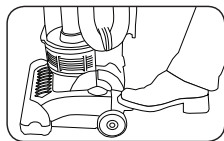

Fig. 1
1. Pour débloquer la poignée, appuyez sur la pédale de libération de la poignée sur le côté gauche du suceur de l'aspirateur et tirez la poignée vers l'arrière (Fig. 1).